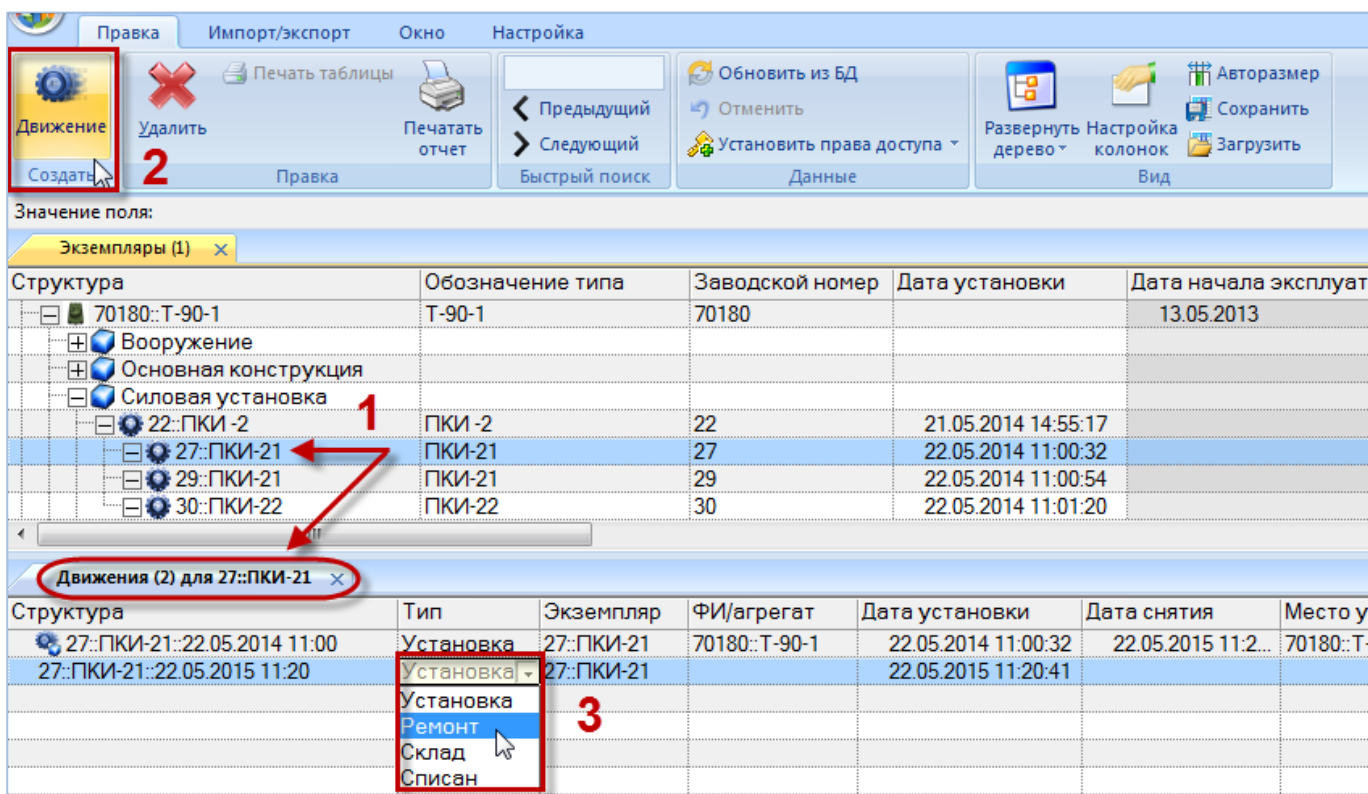

Рис. 23-43 – Создание движения экземпляра ПКИ в результате отправки его на склад или в ремонт
4) Выделить открывшееся окно связанных объектов «Движения ПКИ в эксплуатации» и нажать кнопку «Движение» панели «Создать» (1 и 2 на рис. 23-43).
5) В окне связанных объектов «Движения ПКИ в эксплуатации» будет создано движение. Поле «Тип» откроется на редактирование – выбрать из раскрывшегося списка значение «Ремонт» или «Склад» (3 на рис. 23-43).